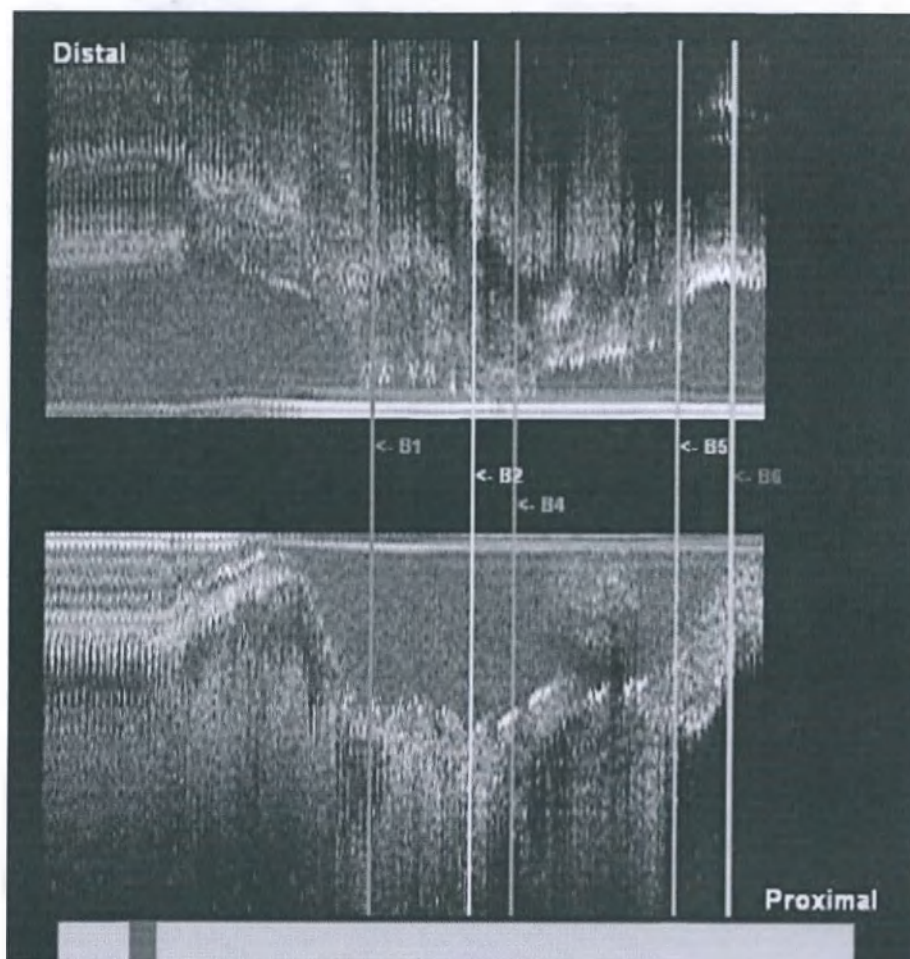

Рисунок 2-49. Создание закладок для конкретных кадров на продольном отображении
- 2 Чтобы остановить запись повторно нажмите IMAGING/ВИЗУАЛИЗАЦИЯ или MANUAL RECORD/РУЧНОЙ РЕЖИМ ЗАПИСИ. Система автоматически переключится в режим IMAGE REVIEW/ПРОСМОТР ИЗОБРАЖЕНИЯ. В нижней части графический дисплей будет показывать закладки, которые вы добавили вдоль серой строки состояния. См. рисунок 2-49.